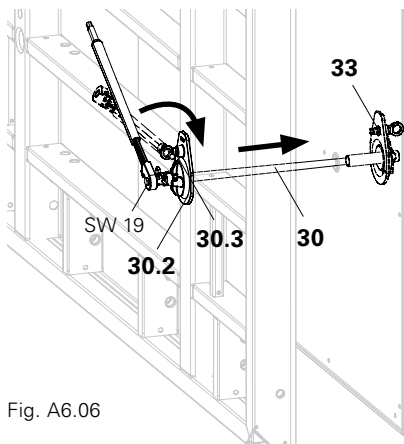

Fig. A6.06
4. Inserire il tirante MX (30) nel foro della cassaforma e avvitarlo nella piastra orient. (33).
7. Serrare la vite-anello (30.3). (Fig. A6.06)